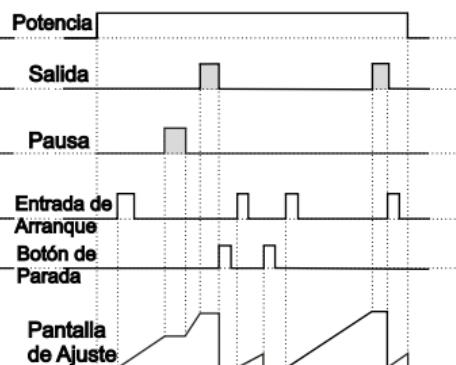

Figura 2.4
1.4.2 Si Conteo Ascendente  $dEct = 0$  y  $\text{butF}$  es  $0FF$ , el diagrama de control se muestra la figura 2.4.